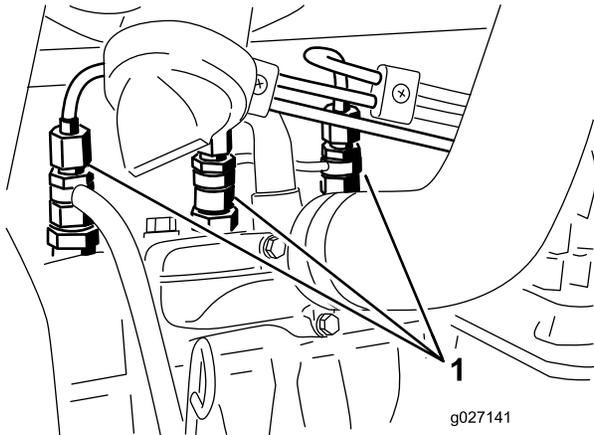

图56
1. 松开与 1 号喷嘴和固定器组件的管道连接（图 56）。